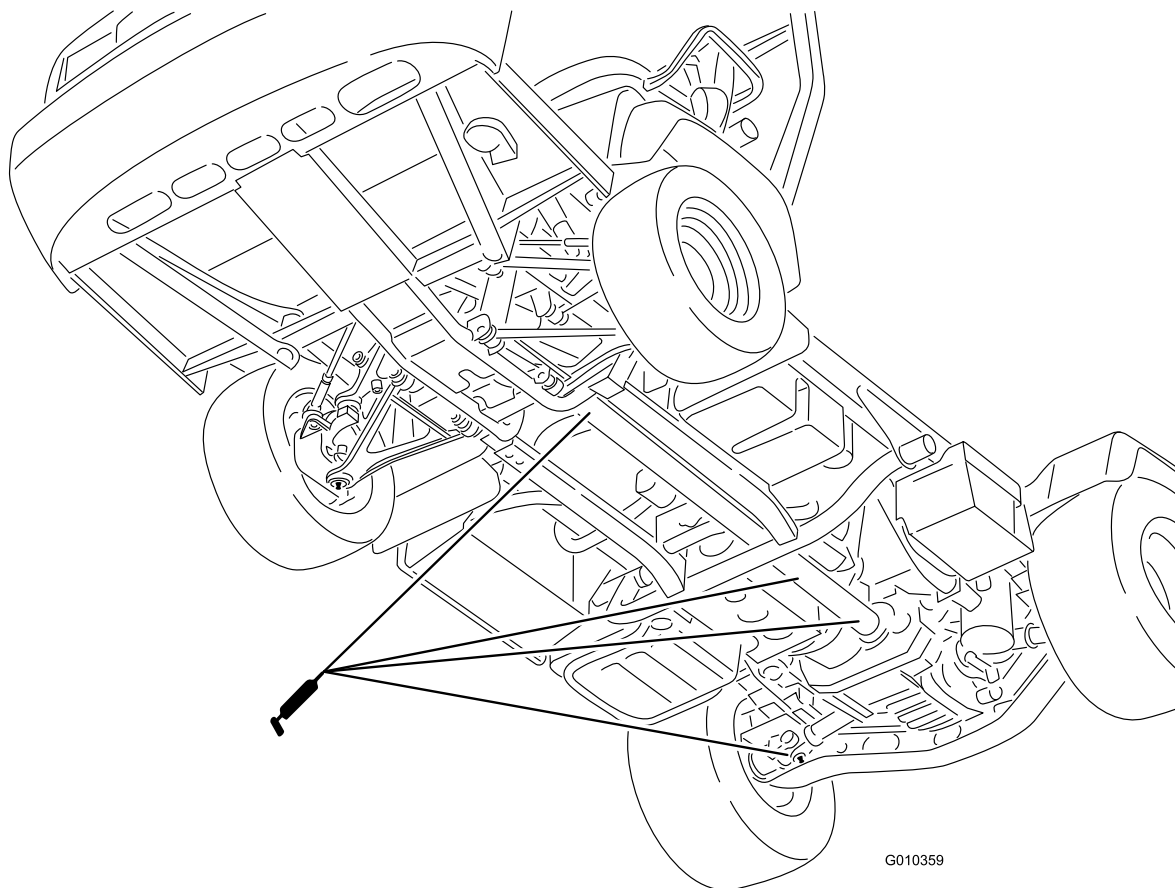

Figure 32
- **Joint de cardan (18)** ; voir Figure 32
- **Arbre de transmission aux 4 roues motrices (3)** ; voir Figure 32